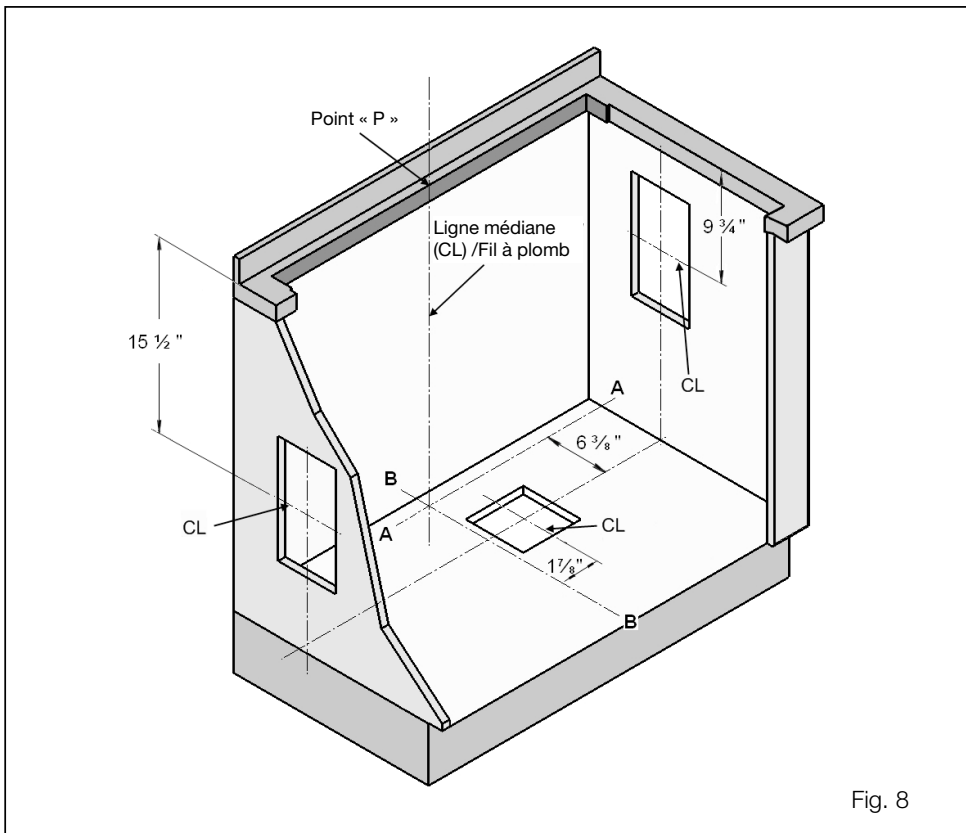

Fig. 8
- A. Voir figure 8. Tirer une ligne du point « P » au centre arrière de la découpe du plan de travail. Marquer ce point au bas de l'armoire en dessous. Établir deux lignes de références par ce point : une doit être parallèle au devant de l'armoire et directement sous la découpe du plan de travail arrière (ligne A-A) et l'autre (ligne B-B) doit être à angle droit par rapport à la ligne A-A.
La prise doit être située sous le plan de travail afin que le cordon d'alimentation de 30 po venant de l'évent puisse l'atteindre. Voir figure 8.